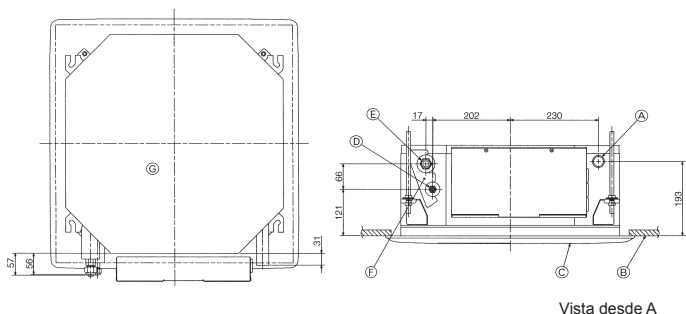

Fig. 3-1
3.1. Ubicaciones de los tubos de refrigerante y drenaje de la unidad interior (Fig. 3-1)